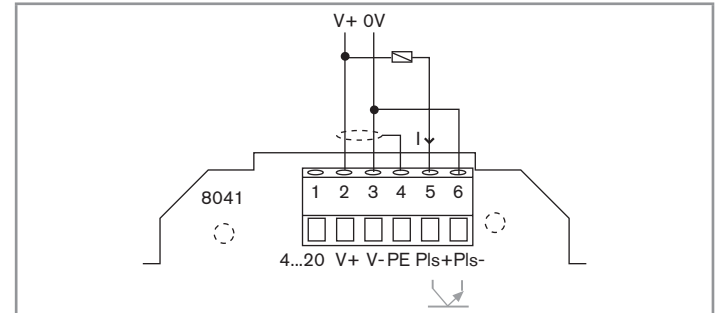

Bild 21: Anschluss des Frequenzausgangs an einen elektromechanischen Zähler oder ein Relais
- oder an eine Last wie einen elektromechanischen Zähler oder ein Relais (siehe Bild 21),